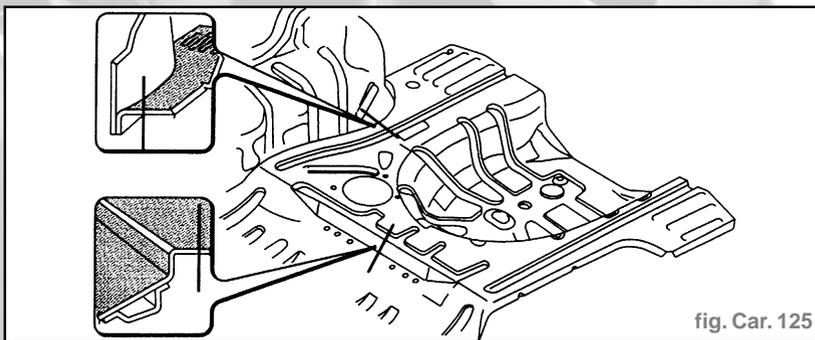

fig. Car. 125
- Effectuer la découpe avec une scie pneumatique en suivant les tracés en pointillé indiqués ci-dessous (fig. Car. 125).